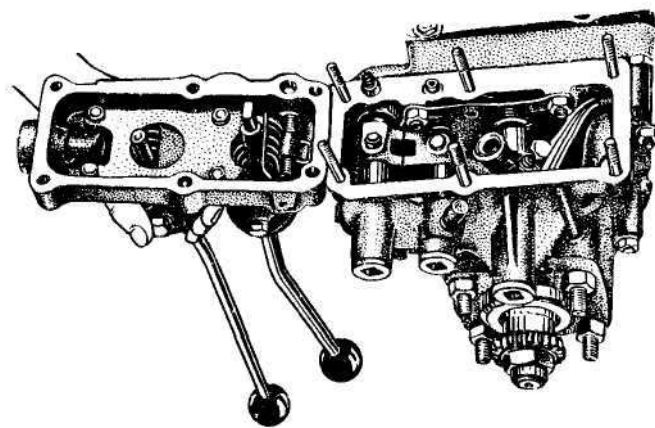

Рис. 125. Снятый корпус управления переключения передач
- отвинтите гайки и снимите корпус управления переключением передач (рис. 125), извлеките пружины фиксаторов 6 (рис. 118).